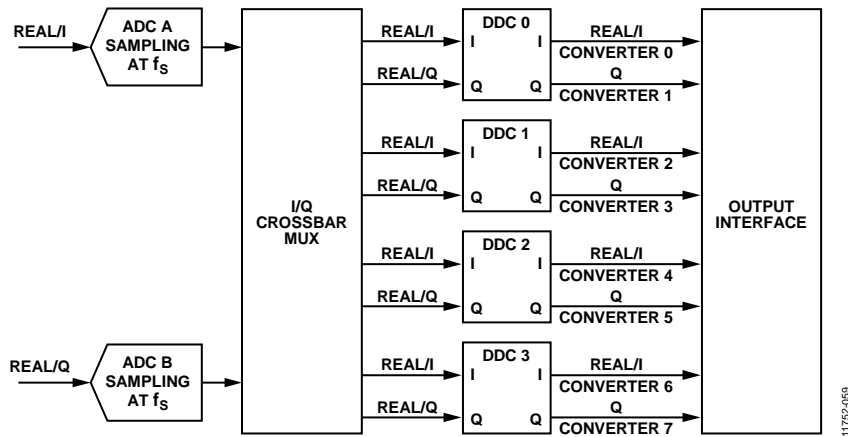

図 68. DDC および仮想コンバータのマッピング
AD9680 の JESD204B Tx ブロックは、最大 4 個の DDC ブロックをサポートします。各 DDC ブロックは、複素数データ成分 (実数 + 虚数) に対しては 2 つのサンプル・ストリーム (I/Q) を、実数 (I) データに対しては 1 つのサンプル・ストリームを、それぞれ出力します。JESD204B インターフェースは、DDC 構成に応じて最大 8 個の仮想コンバータを使用するように設定することができます。図 68 に、複素数出力を使用する場合の仮想コンバータと DDC 出力との関係を示します。表 24 に、チャンネル・スワッピングをディスエーブルした場合の各チップ動作モードに対する仮想コンバータのマッピングを示します。
内蔵 DDC を内蔵デジタル処理のために使う場合、M は仮想コンバータ数を表します。仮想コンバータ・マッピングのセットアップを図 68 に示します。